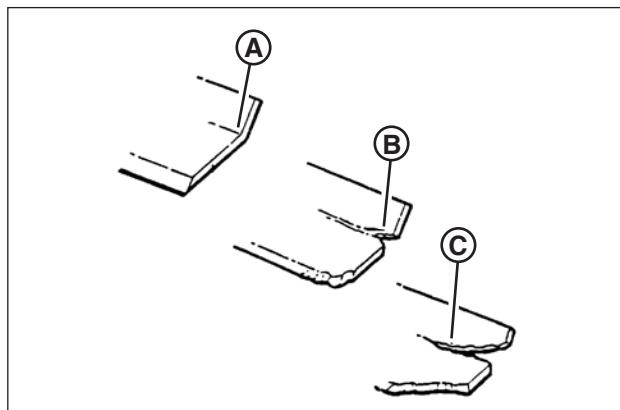

Figura 19: Límites de desgaste de la cuchilla estándar
1. Inspeccione la cuchilla (**Figura 19**) frecuentemente en busca de señales de daños o desgaste excesivos:
- (A) Cuchilla nueva
- (B) Límite de desgaste (inicio de la ranura)
- (C) ¡Condición peligrosa! No la use en el cortacésped. Cambie la cuchilla por una nueva.